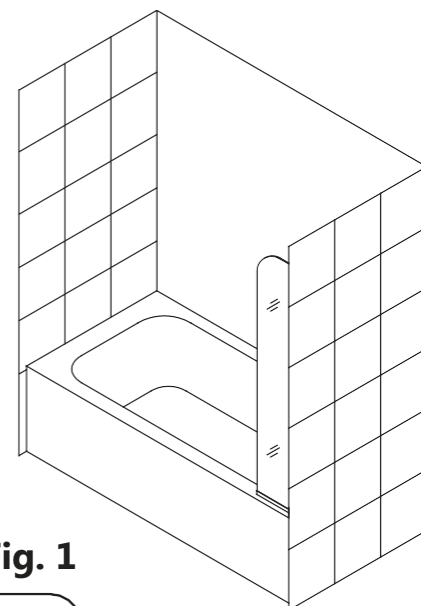

Fig. 1
**REMARQUE :** Utilisez le schéma « A » pour assembler et installer le panneau EX. (Fig. 1)